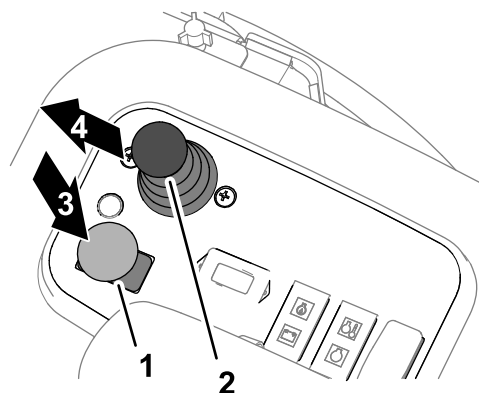

Рисунок 35
3. Переведите переключатель привода режущего блока в положение Выключить (Рисунок 35).